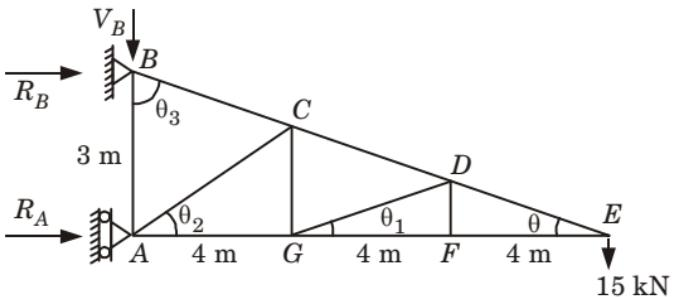

**Fig. 4.**
See Fig. 4.
**Given :** Truss shown in Fig. 4.